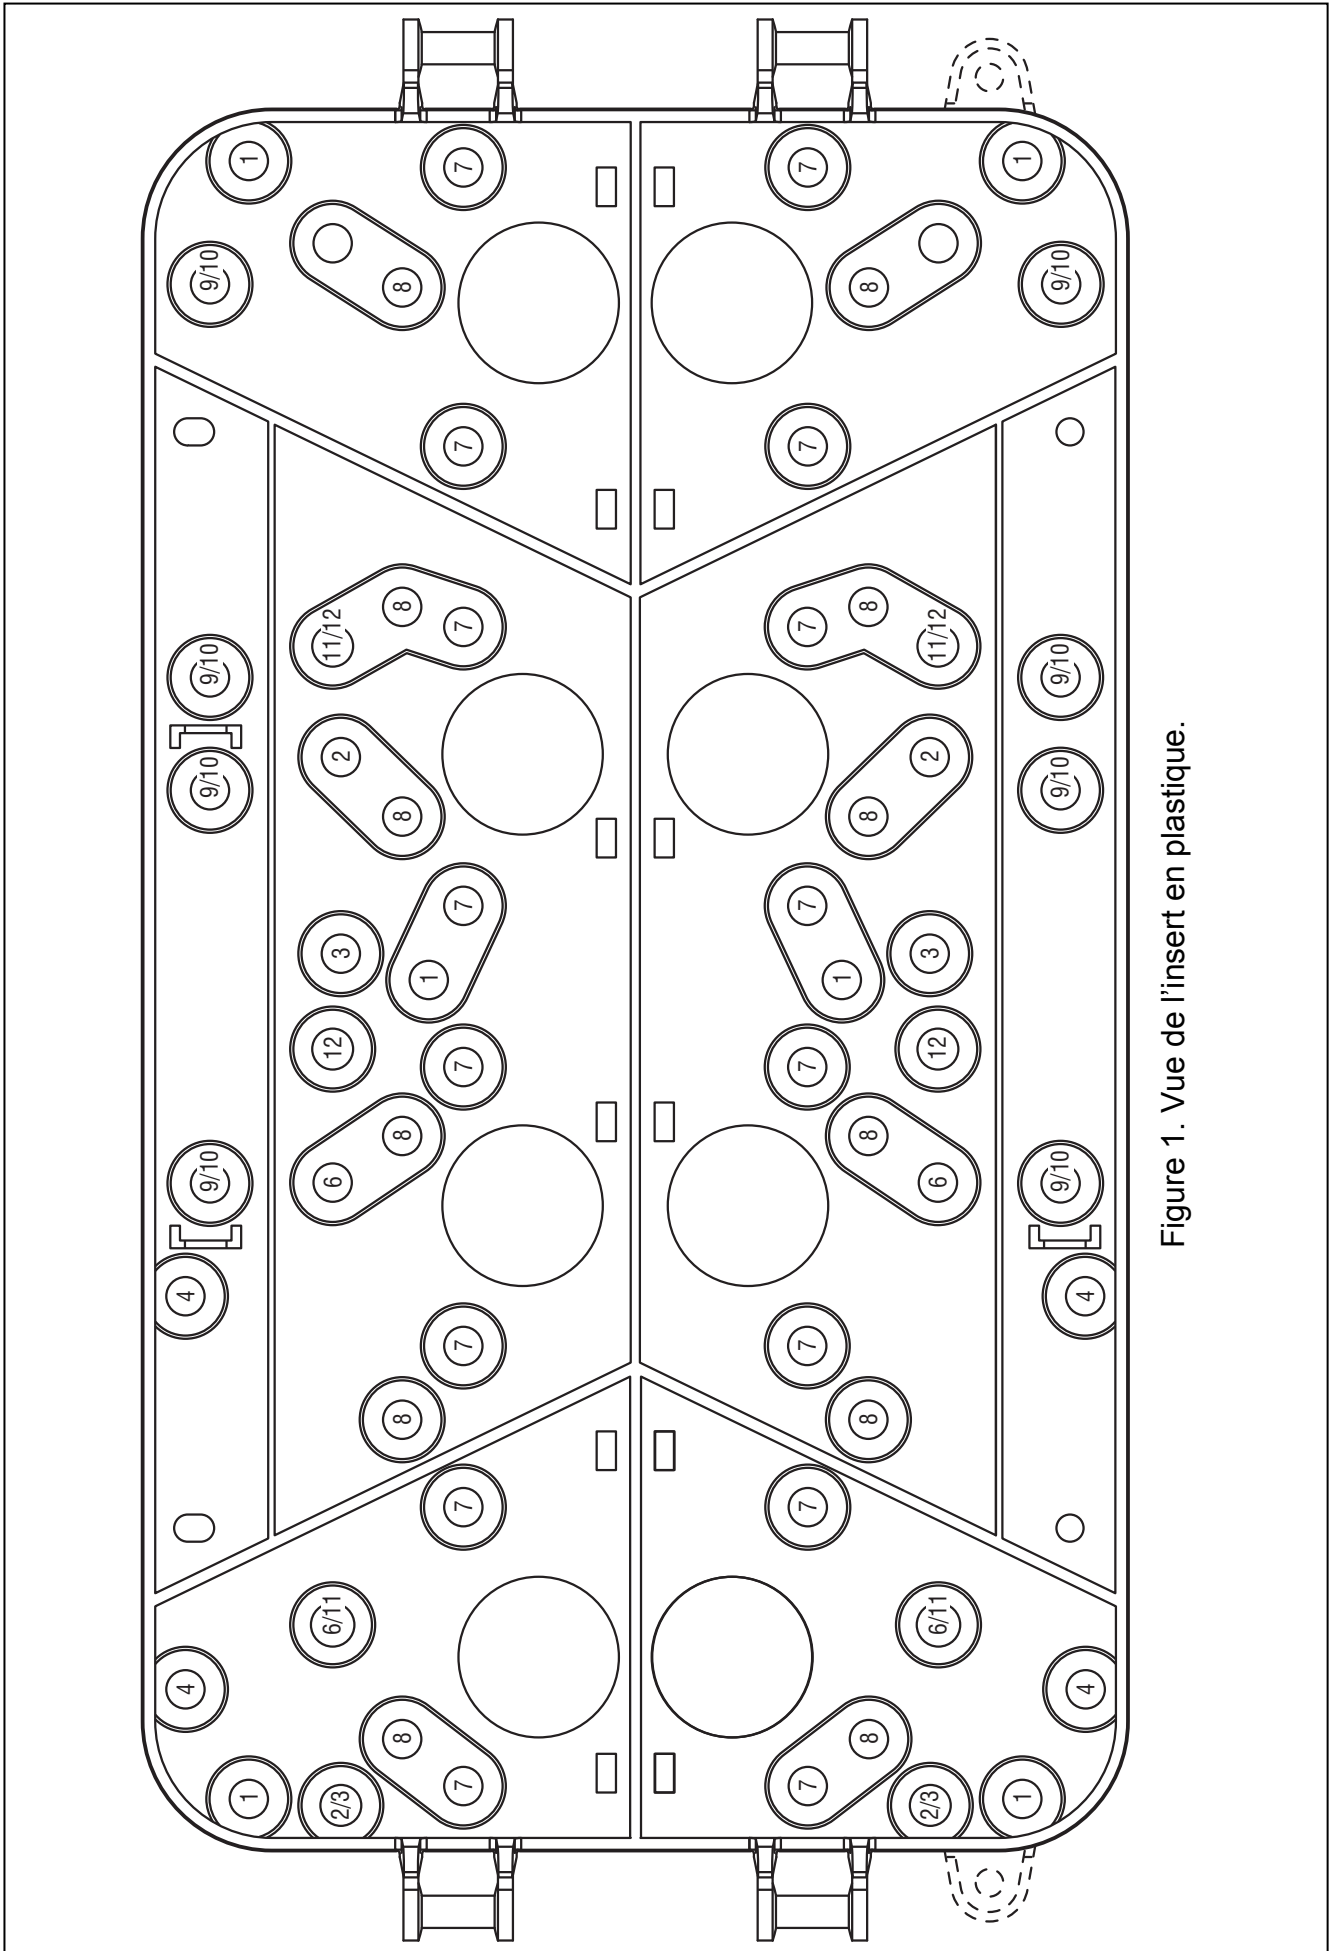

Figure 1. Vue de l'insert en plastique.
5. Organiser la répartition des modules (voir figure 1 et tableau 1) et insérer les chevilles en plastique pour fixer des cartes électroniques dans leurs trous respectifs (s'assurer que les chevilles ne glissent pas). Il est recommandé de placer la carte avec le bloc d'alimentation sur l'insert intérieur immobilisé à l'embase.
Tableau 1. Liste des cartes électroniques correspondant aux trous dans les inserts en plastique du boîtier OPU-3 P selon la figure 1.